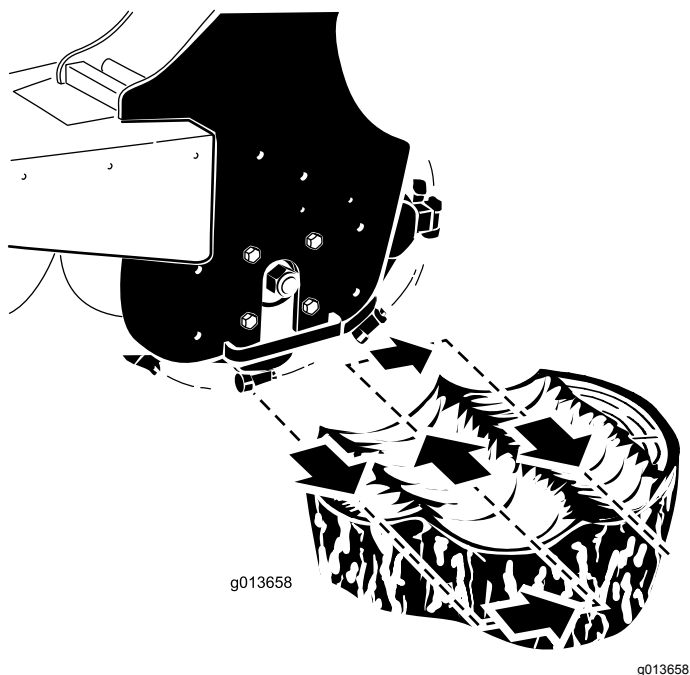

Figura 12
4. Coloque el desbastador en el lado izquierdo y detrás del tocón (Figura 12).
- Mueva el desbastador hacia usted usando la palanca de inclinación del accesorio, desbastando con una profundidad de corte de 0,5 – 5 cm, dependiendo de la dureza de la madera (Figura 12).
- Mueva el desbastador de nuevo a la posición inicial (Figura 12), bájelo 0,5 – 5 cm y repita los pasos 4 a 6 hasta que haya desbastado unos 5–10 cm.
- Mueva el desbastador a la derecha (Figura 12).